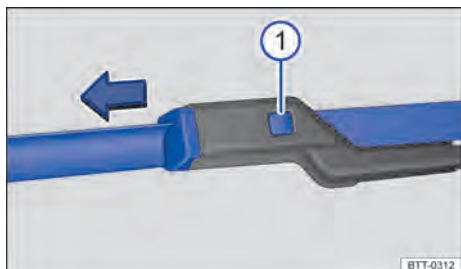

Fig. 155 Sustituir las escobillas limpiaparabrisas.
Comprobar regularmente la condición de las escobillas de los limpiacristales. Cambie las **escobillas de los limpiacristales** cuando estén deterioradas o limpielas si están sucias → fig. 155.
– Con una esponja húmeda, limpiar con cuidado las escobillas limpiaparabrisas → fig. 155.
– Mantener la tecla de desbloqueo → fig. 155 ① pulsada y, al mismo tiempo, retire la escobilla limpiaparabrisas en el sentido de la flecha.